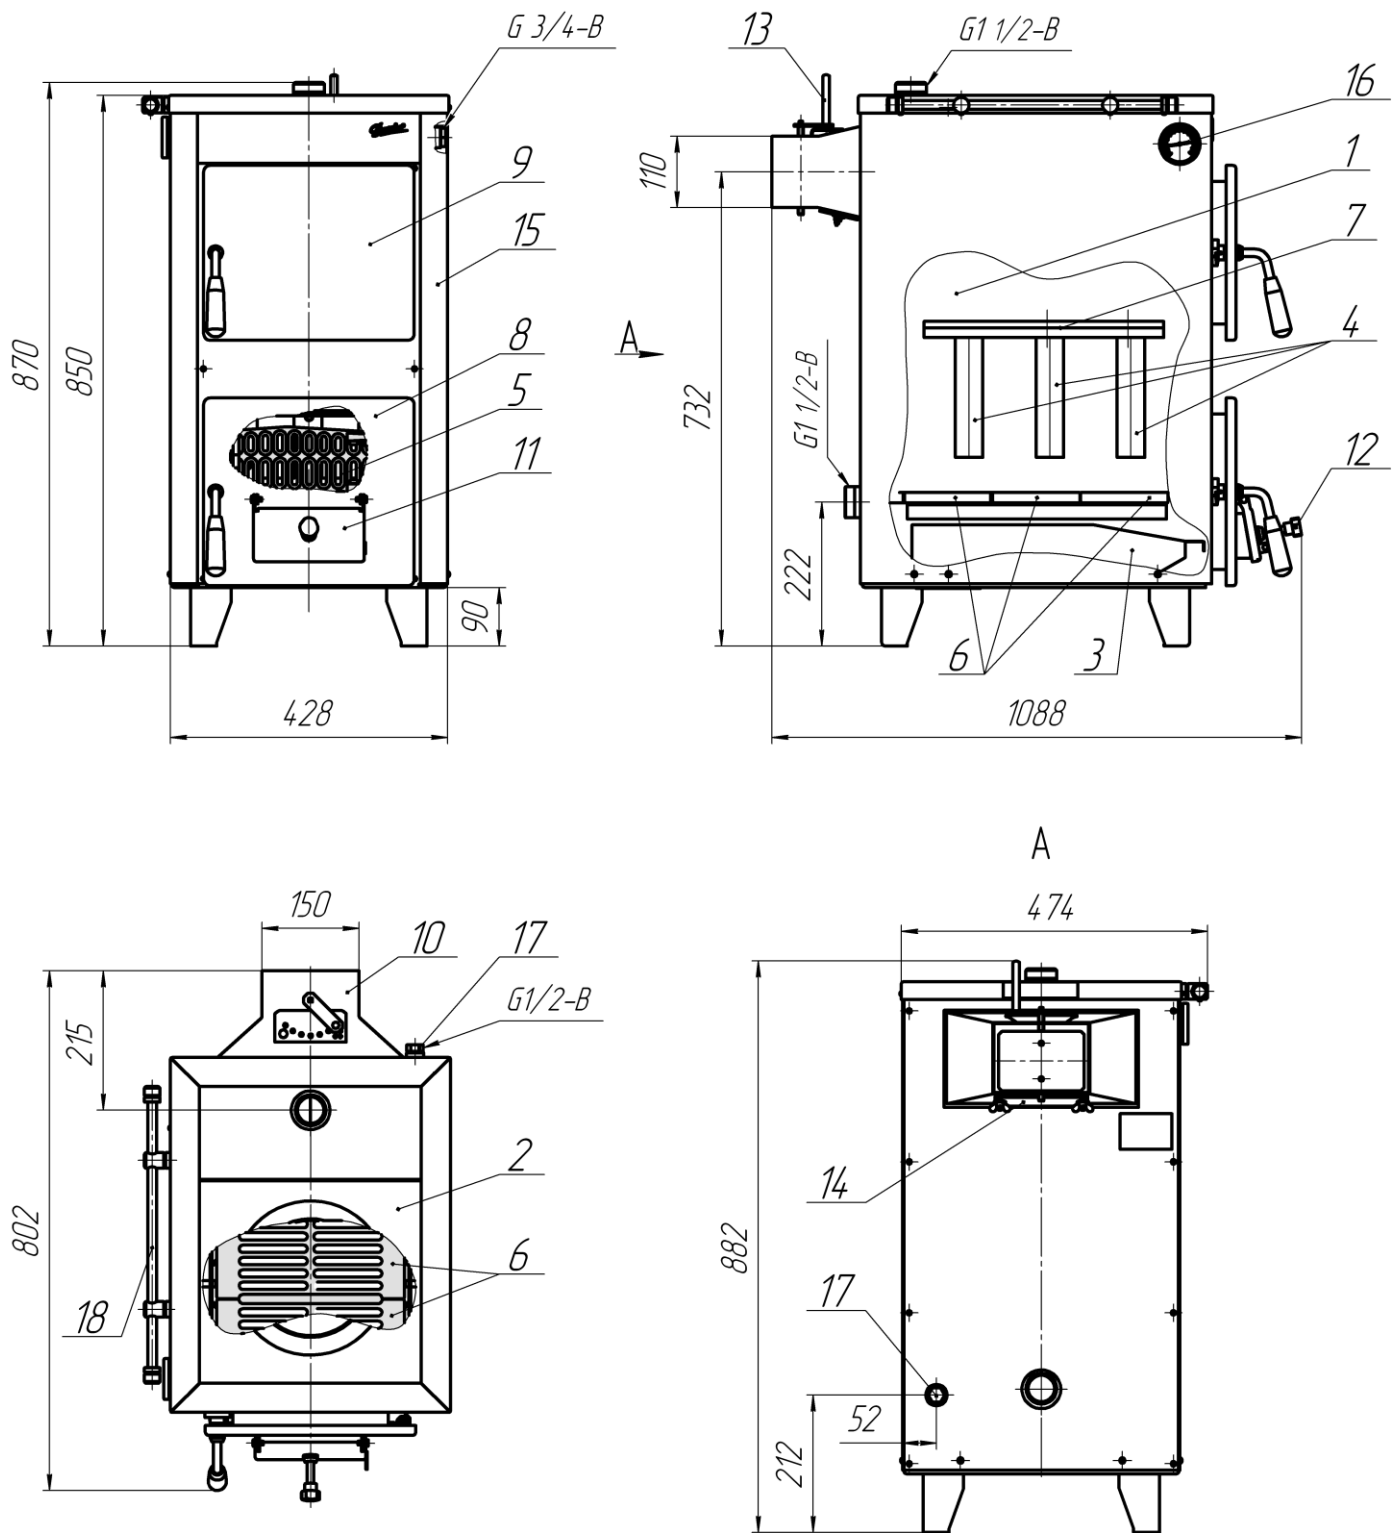
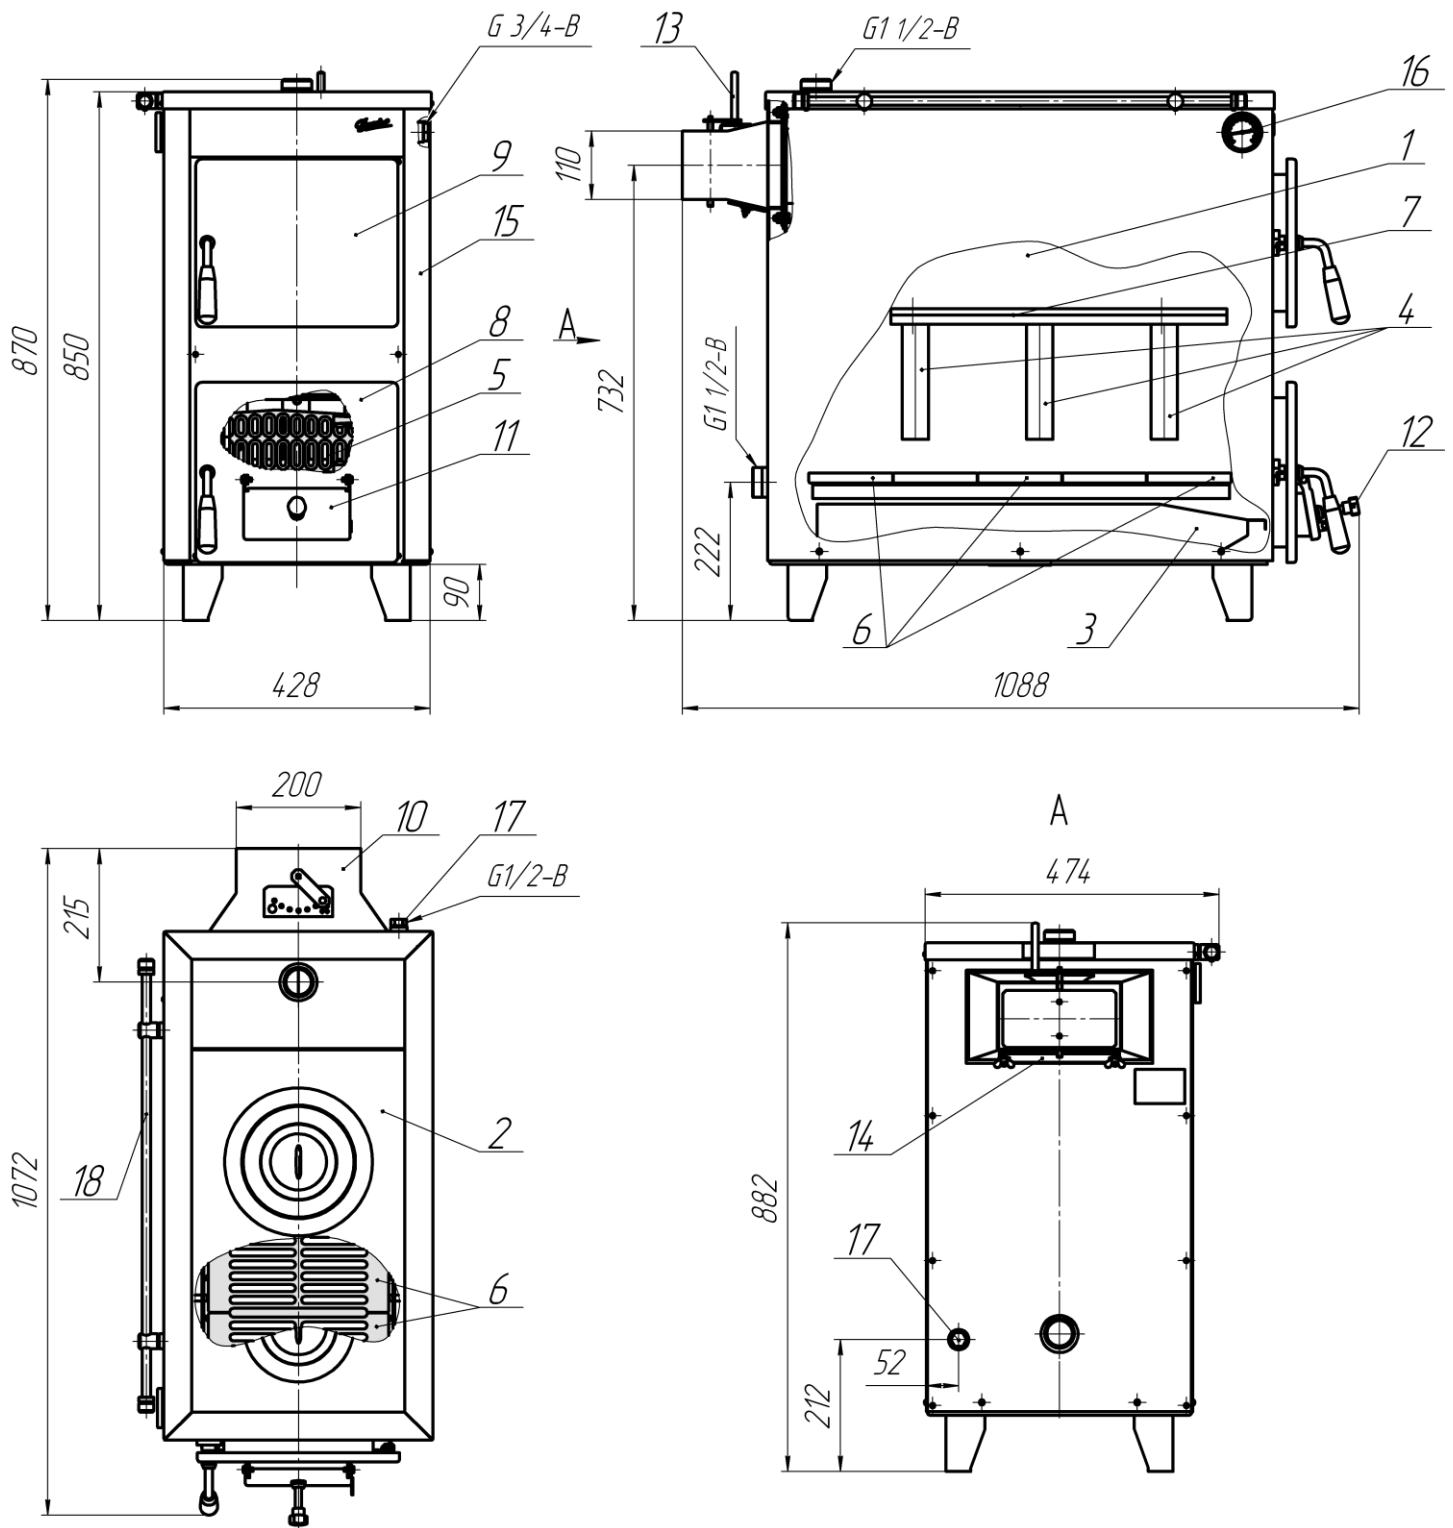

Рис. 1. Апарат "Данко АКТВ-15":
Рис. 2. Апарат "Данко АКТВ-20":
5.1. Апарати моделей “ДАНКО АКТВ-15” (рис.1) і “ДАНКО АКТВ-20” (рис.2), призначені для роботи на твердому паливі.
9.1.2. Відкрити повністю шибер димоходу 13, повітряну заслінку 11 і через дверцята топки 8 (рис.1) провести розпал апарата, після чого їх закрити.